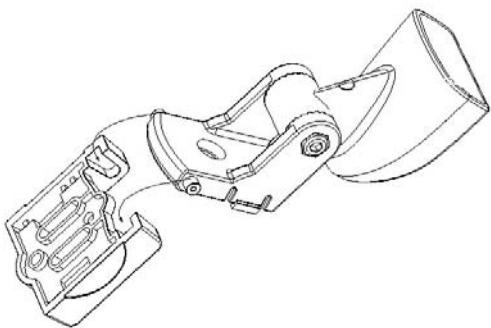

Figure-4
c) Faites correspondre le pivot au modèle (figure-4)